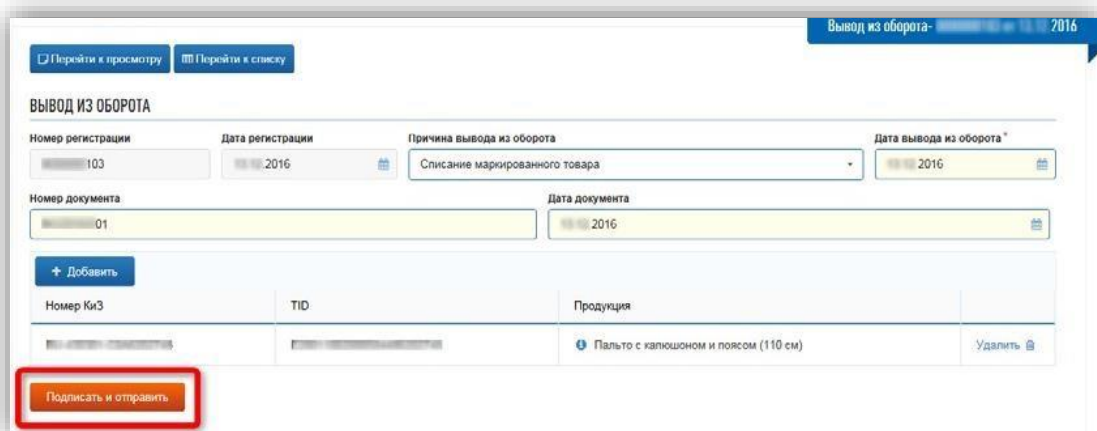

Рисунок 145 – Подписать и отправить
– Для завершения нажмите кнопку «Подписать и отправить» (рис. 145).